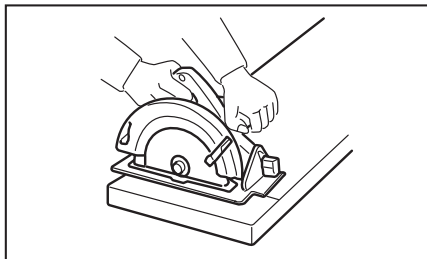
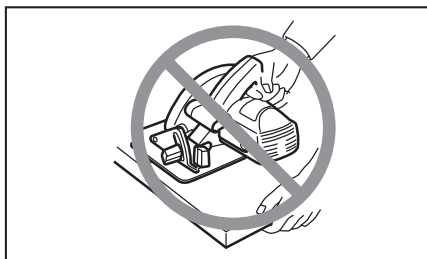

Fig. 5
Fig. 6
16. **Placez la partie la plus large de la base de la scie sur la partie de la pièce qui est fermement soutenue, non sur celle qui tombera une fois la coupe effectuée.** À titre d'exemples, la Fig. 5 illustre la BONNE façon de couper l'extrémité d'une planche, et la Fig. 6 la MAUVAISE façon. Si la pièce à travailler est courte ou petite, immobilisez-la avec un serre-joint. **N'ESSEYEZ PAS DE TENIR LES COURTES PIÈCES AVEC LA MAIN!**